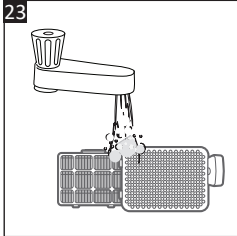

Fig. 23
4. Tenez le filtre de sortie d'air (24) avec le côté sale vers le bas et rincez-le sous le robinet avec de l'eau tiède jusqu'à ce que l'eau soit claire (**Fig. 23**). Rincez le couvercle de la sortie d'air (25).